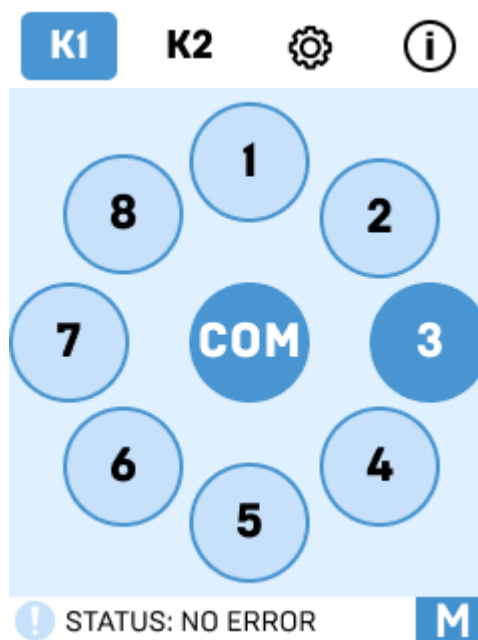

Рисунок 7 – Главный экран управления матрицы (вкладка Main)
2.3.2.3 После инициализации встроенного программного обеспечения загружается основное меню управления матрицей (рисунок 7).
2.3.2.4 Вкладки «K1» и «K2» предназначены для управления СВЧ переключателями матрицы (рисунок 7).